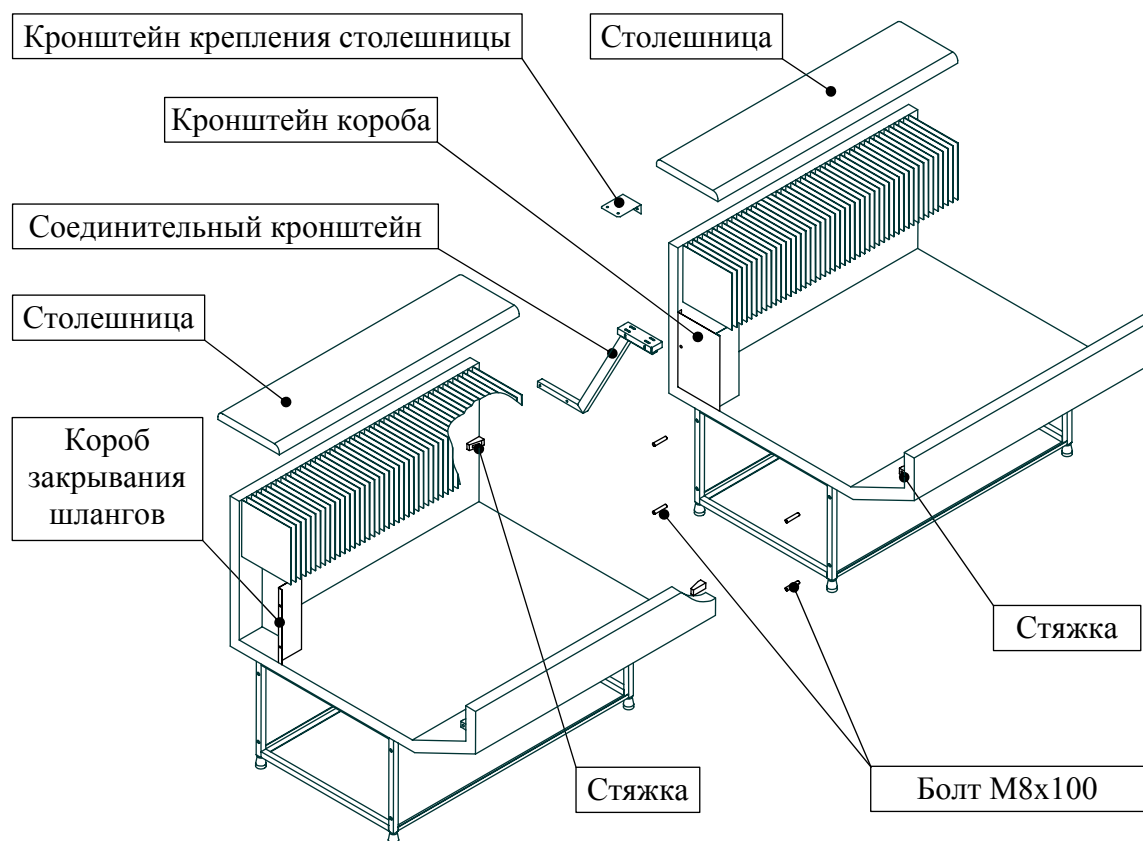
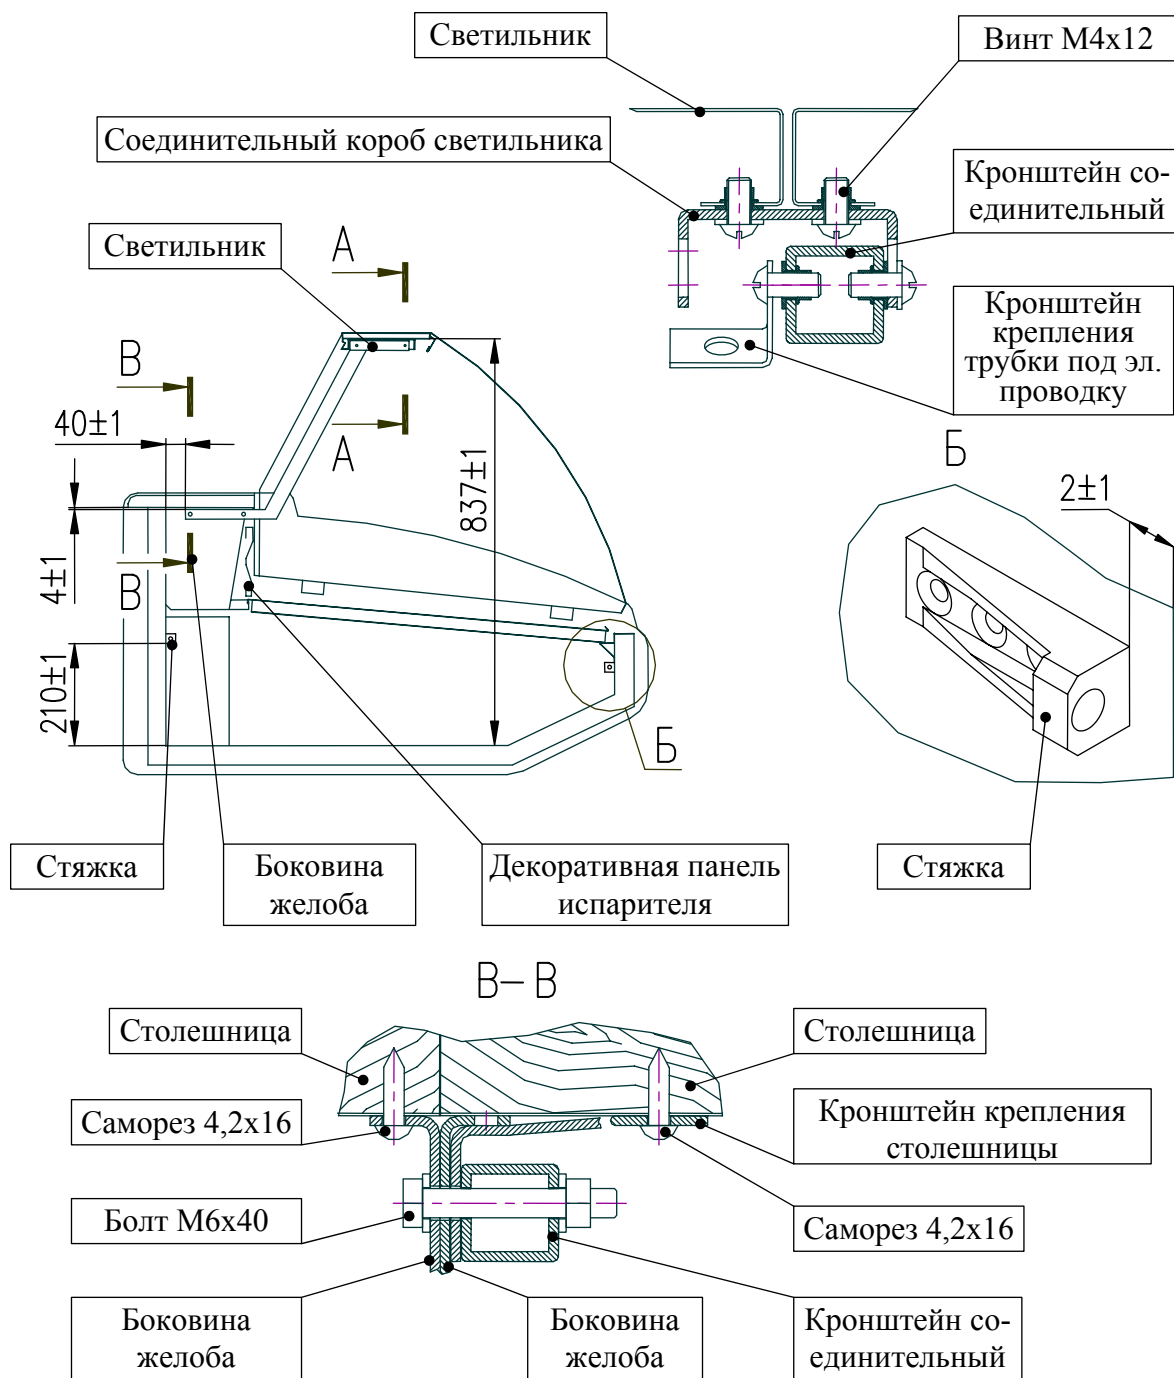

Рис. 10
Рис. 11
Для соединения холодильных витрин (далее витрин) в линию необходимо (см. рис. 10, 11):
- 2). Для крепления боковин желоба (см. рис. 11) к ванне необходимо заменить верхние саморезы 4.2x16 на саморезы 5x40.
- 3). Установить в указанных местах на ваннах (см. рис. 11) стяжки, применяя саморезы 5x40 со стороны отверстия под болт и саморезы 4.2x16 с противоположной стороны стяжки, предварительно засверлив отверстия Ø2 в пенозаливной ванне для захода самореза 5x40. Закрепить саморезами 4.2x16 кронштейн корпуса (см. рис. 10).
- 6). При помощи двух болтов М6х40 установить соединительный кронштейн, соединив вместе боковины желоба обеих витрин и кронштейн крепления столешницы, с правой стороны от продавца (далее с правой стороны) (см. рис. 10, рис. 11 разрез В-В), т.к. с левой стороны находится датчик термопары.
соединительный короб к верхней полке кронштейна (см. рис. 11, сечение А-А). При соединении в линию более двух витрин подборку светильников повторить.
- 8). Установить светильник сопрягаемой витрины, фиксируя винтами М4х12 к соединительному коробу, согласно рис. 11.